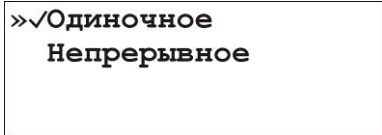

Рисунок 4.19 – Экран выбора режима измерения
4. В меню "Режим измерения" (рис. 4.19) клавишами $\bar{\Delta}$, ∇ выбрать необходимый режим измерения (установить флажок) при помощи клавиши \checkmark .